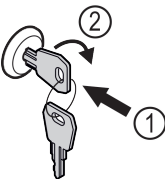

Fig. 90 例图
- ▶ 按入钥匙 Fig. 90 (1)。
- ▶ 将钥匙顺时针转动 90° Fig. 90 (2)。